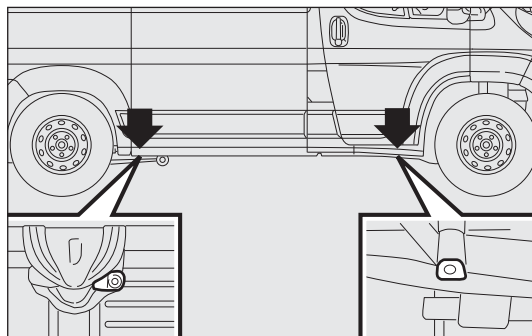
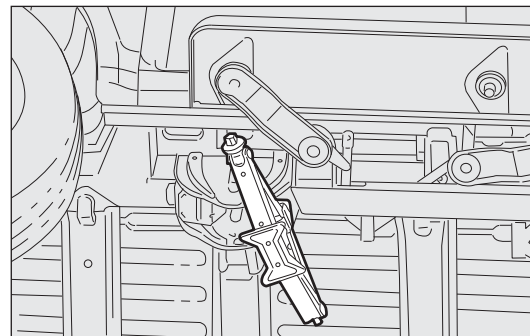

fig. 154
fig. 155
- ❑ sistemare il cric in corrispondenza del supporto di sollevamento più vicino alla ruota da sostituire nei punti illustrati in fig. 154. Per versioni passo corto con pedana retrattile, il cric deve essere posizionato nel punto di sollevamento illustrato in fig. 155 orientato (45°) in modo tale da non interferire con la pedana retrattile;